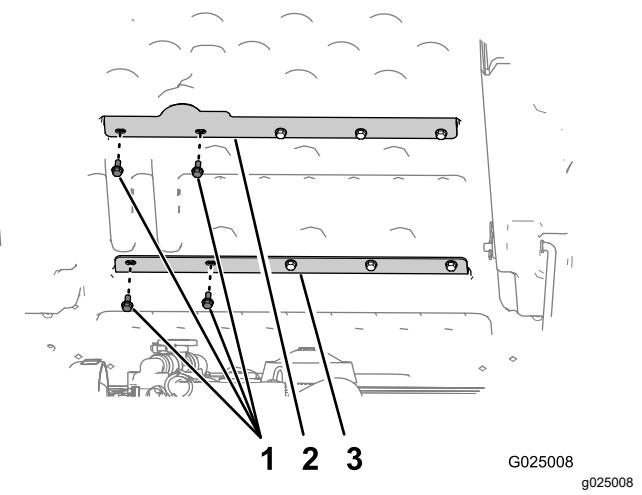

Figura 5
1. Retire os 2 parafusos mais à esquerda (5/16 x ¾ pol.) que prendem a travessa superior da plataforma à plataforma (Figura 5).
2. Retire os 2 parafusos mais à esquerda (5/16 x ¾ pol.) que prendem a travessa inferior da plataforma à plataforma (Figura 5).